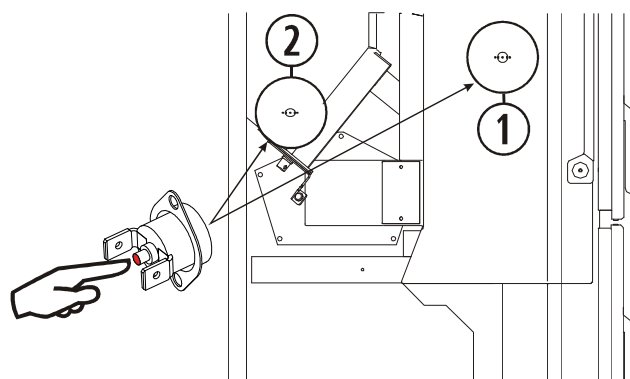

Figura 30
- Para aceder aos termóstatos nas estufas **Oslo** e **Bremen**, é preciso abrir a porta lateral esquerda, como indicado na *figura 30*.